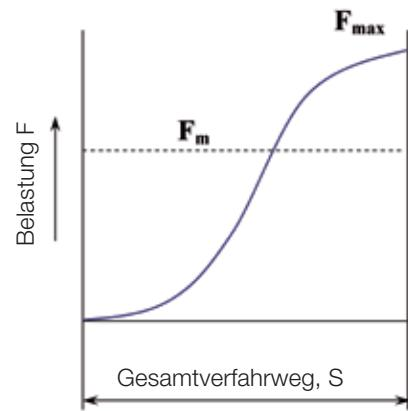

Bild 2.9 Sinusförmige Belastungsänderung (a)
- > Sinusförmig (Bild 2.9 und 2.10)